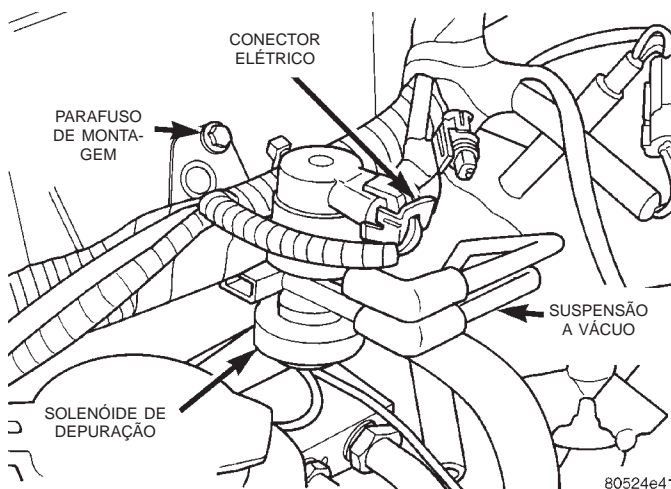
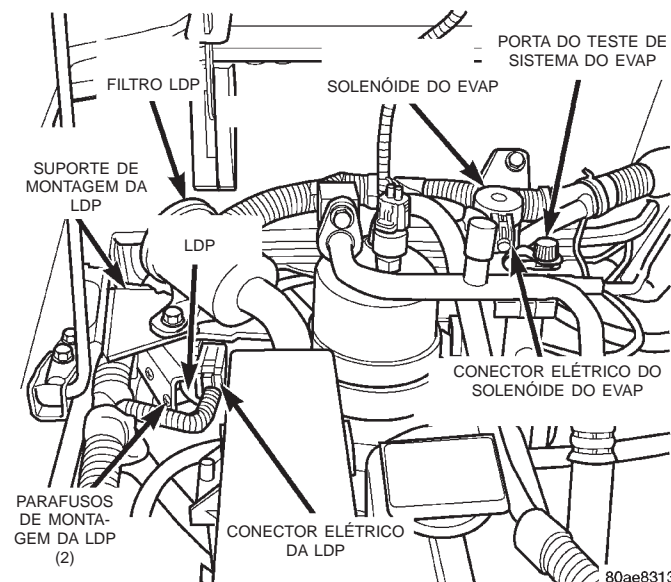

Fig. 9 Solenóide de Depuração do Recipiente do EVAP (Sem LDP)
Fig. 10 Solenóide de Depuração do Recipiente do EVAP (Com LDP)
O solenóide é acoplado em um suporte localizado do lado traseiro direito do compartimento do motor. (Fig. 9) ou (Fig. 10). A parte superior do solenóide tem a palavra UP ou TOP impressa nela. O solenóide não funcionará adequadamente se não estiver instalado corretamente.
A LDP está localizada do lado traseiro direito do compartimento do motor (Fig. 10). O filtro da LDP está localizado acima da LDP (Fig. 10). A LDP e o filtro da LDP são substituídos (consertados) como uma única unidade.
- (1) Remova cuidadosamente a mangueira do filtro da LDP.
- (2) Remova o parafuso de montagem do filtro da LDP e o retire do veículo.
- (3) Remova cuidadosamente as linhas do vapor/vácuo da LDP.
- (4) Desconecte o conector elétrico da LDP.
- (5) Remova os 2 parafusos de montagem da LDP (Fig. 10) e os retire do veículo.